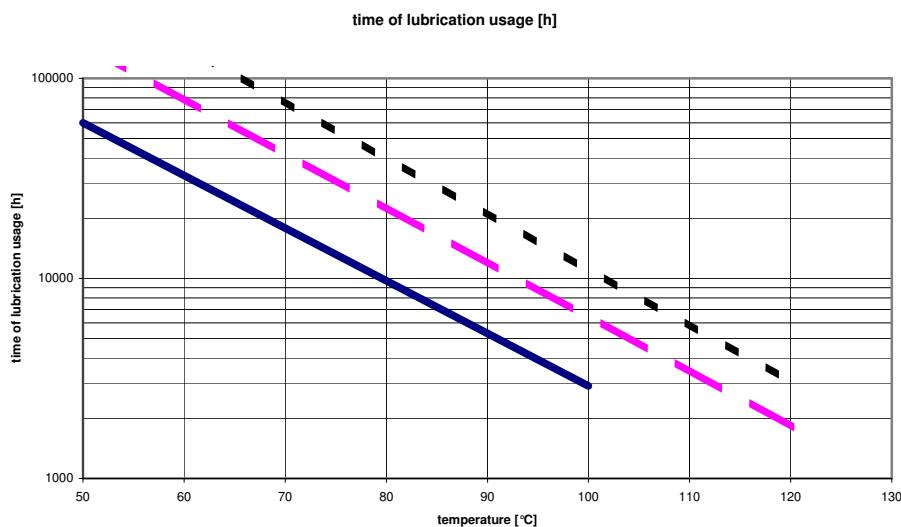

Fig. 2: Vida útil del lubricante
- ⇒ Averigüe con ese valor la vida útil del lubricante a partir de la fig. 2.